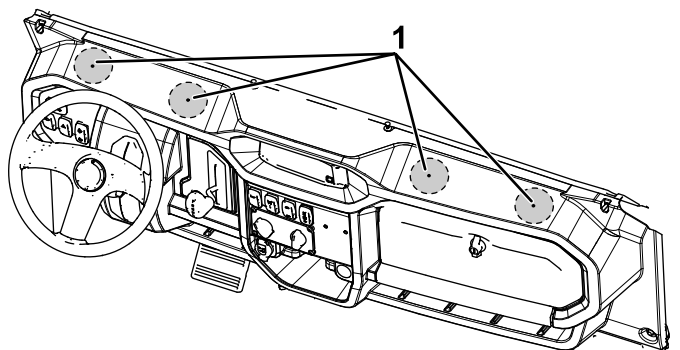

Figura 11
1. Localice las 4 marcas de perforación en la parte superior del salpicadero (Figura 11) y realice 4 orificios (76 mm) directamente sobre los marcas de perforación.